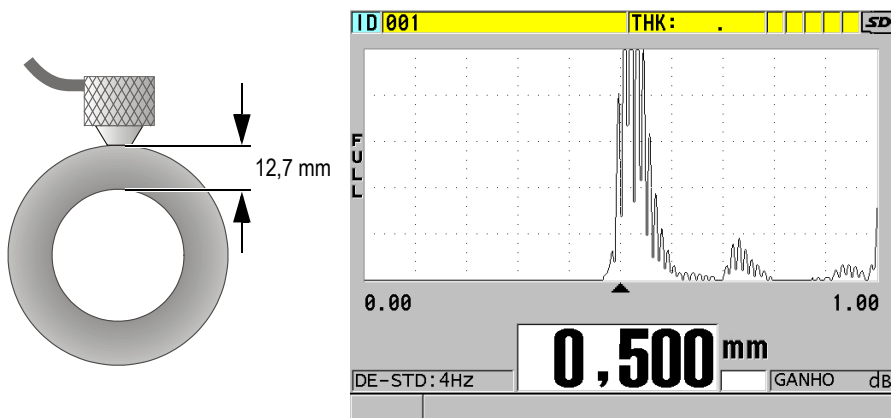

Figura 5-9 Acoplamento de transdutor de elemento duplo e leitura da medição de espessura
2. Utilizando uma pressão de moderada a firme, coloque a ponta do transdutor na superfície do material de teste, e mantenha o transdutor tão plano quanto possível, sobre a superfície do material (ver Figura 5-9 na página 84).